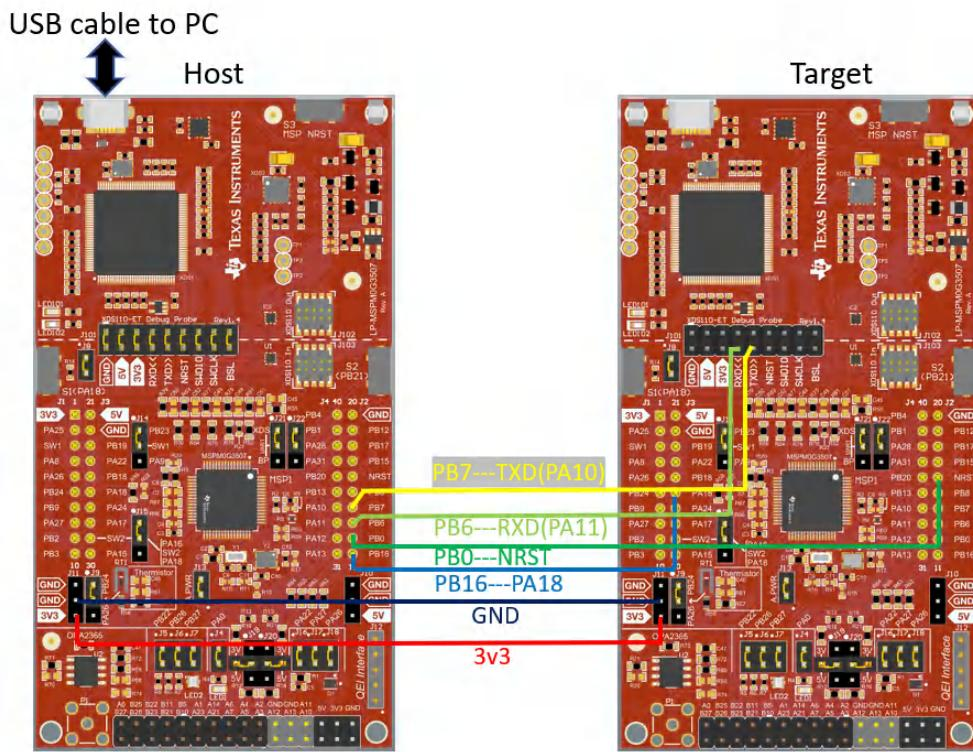

図 4-3. ハードウェア信号接続
- ハードウェア信号を図 4-3 に示すように接続します。この例では UART を使用しているため、I2C 信号を接続する必要はありません。